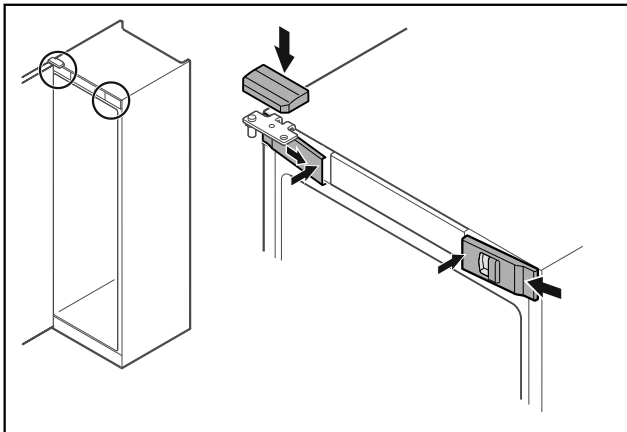

Fig. 51
- Agganciare le coperture anteriori Fig. 51 (1) di lato e innestarle all'interno.
- Innestare la copertura superiore Fig. 51 (2) dall'alto.